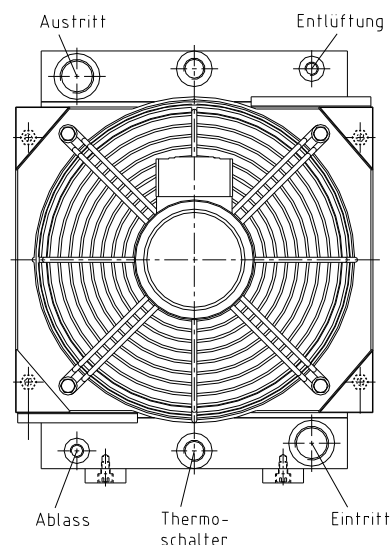

Bild 14: Öl-Luft-Kühler; Beispiel: OAC200 bis OAC2000
Um den Öl-Luft-Kühler anzuschließen, benutzen Sie geeignete Hydraulikschläuche. Diese werden auf der Ein- und Austrittsseite des Kühlelementes angeschlossen (siehe Bild 14 und 15).
Ein Thermoschalter zur Steuerung des Ventilators kann direkt in den Kühler oder Tank eingeschraubt werden (siehe Bild 14).
- Entlüften Sie das Kühlelement nach dem Befüllen (siehe Bild 14).